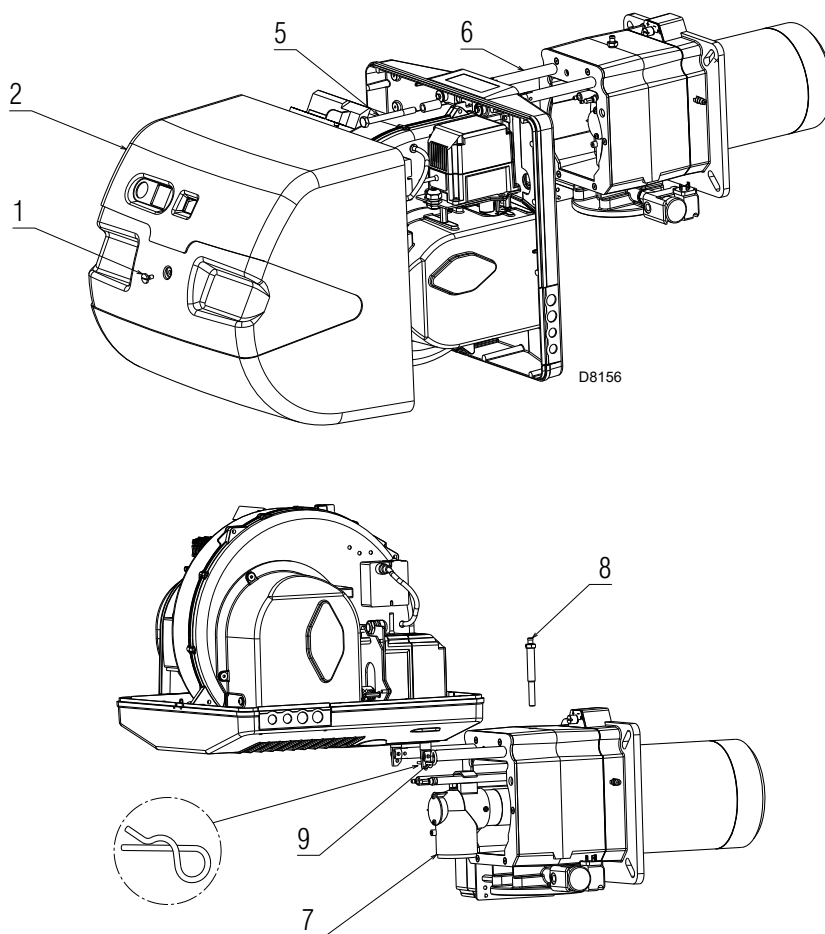

Fig. 38
Abrir el quemador y verificar que todas las partes del cabezal de combustión estén intactas, no estén deformadas por las altas temperaturas, no tengan suciedad proveniente del ambiente, sin corrosión de los materiales componentes y estén correctamente posicionadas. Asegurarse de que los orificios de salida del gas para la fase de encendido en el distribuidor del cabezal de combustión, no presenten impurezas o depósitos de herrumbre. En caso de dudas, desmontar el codo (Fig. 38 a pág. 51).
- Aflojar el tornillo 1)(Fig. 38) y sacar la envolvente 2).
- Quitar el tornillo 5)(Fig. 38) y el pasador endido 9) y retrasar el quemador unos 100 mm sobre las guías 3).
- Girarlo como en la Fig. 38 e introducir en el orificio de una de las dos guías el pasador endido 9) para que el quemador permanezca en esa posición.
- Quitar el pasador endido 9)(Fig. 38) y empujar el quemador hasta aproximadamente 100 mm del manguito.
- Enroscar nuevamente el tornillo 5)(Fig. 38) y el pasador endido 9) y tirar suavemente hacia afuera los cables de sonda y electrodo, hasta tensarlos ligeramente.